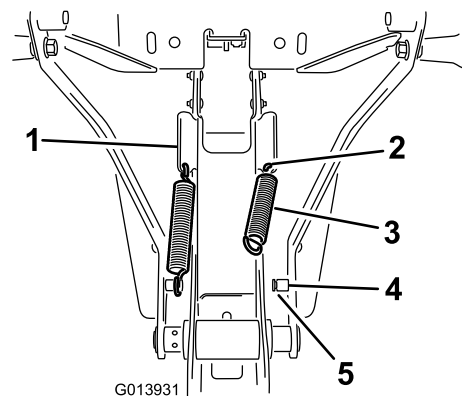

Figura 10
- Instale a mola no furo na extremidade inferior da patilha angulada no lado do conjunto da estrutura (Figura 10).
2. Prenda uma extremidade da mola no furo e a outra no poste da mola (Figura 10).
3. Certifique-se de que a extremidade da mola está bem encaixada na ranhura da coluna (Figura 10).